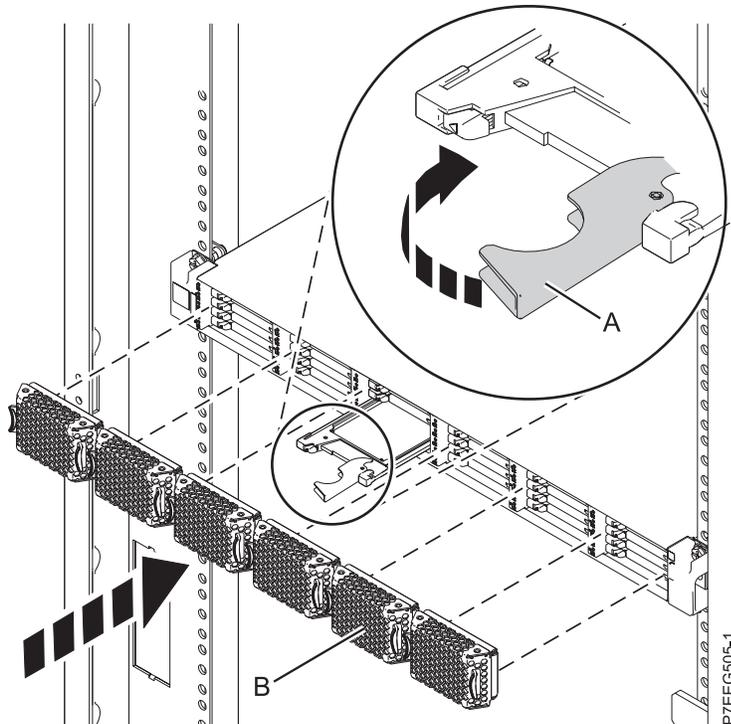

Figura 18. Instalación de una unidad de estado sólido en Alojamiento de almacenamiento 5888 PCIe
1. Con el asa en la posición de desbloqueo, alinee la unidad de estado sólido con los rieles de guía del alojamiento. Consulte Figura 18 en la página 33,
3. Gire el asa (A) hasta la posición de bloqueo, como se muestra en Figura 18 en la página 33.
4. Instale la placa frontal (B).